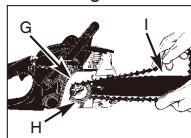

Fig. 3E
8. Før kæden omkring kædehjulet (G), og bag koblingen (H). Sørg for at kædesammensætningerne passer med tandhjulet. (Fig.3E)
enden af sværdet. (Fig.3E)